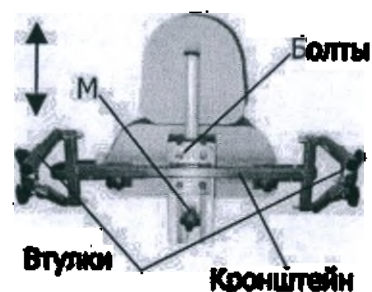

Рис. 138
9) Регулировка положения столика (при наличии) (рис.138,139)
Для регулировки столика по высоте необходимо снять столешницу (если установлена), ослабить (не выкручивать полностью) фиксирующие болты с помощью ключа-шестигранника и подвинуть кронштейн на желаемую высоту, затянуть болты. Вставить направляющие столика во втулки. Винт-барашек (М), которым фиксируется подголовник, во время регулировки высоты столика необходимо выкрутить, а потом установить обратно (рис.138).